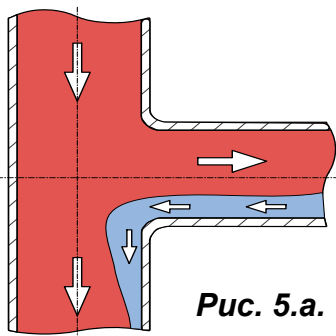

Рис. 5.а.
16. При схеме обвязки отопительного прибора (рис.5), предусматривающей установку регулирующей арматуры только на подающей магистрали, при полном закрытии термостатического клапана остаточная теплоотдача радиатора с номинальным тепловым потоком около 1 кВт при условном диаметре подводящих теплопроводов 15 мм составляет 25-35%. Это вызвано тем, что по пристеночной части патрубка нижней подводки более нагретый теплоноситель затекает в прибор, а в ядре потока в той же подводке более охлаждённый теплоноситель возвращается в стояк или разводящий трубопровод (эффект паразитного затекания). Для предотвращения описанного эффекта рекомендуется на нижней подводке к радиатору устанавливать дополнительно специальную запорно-регулирующую арматуру, что позволяет уменьшить остаточную теплоотдачу до 4-8 %. В частности может быть рекомендован запорный клапан «HERZ» RL-1E (арт.1 3723 01/02). У радиаторов «Vogel&Noot» с нижним подключением в двухтрубных системах монтируются, запорные клапаны «HERZ» RL-1 или запорно-регулирующий клапан RL-5. Такие клапаны позволяют отключать отопительные приборы для их демонтажа или технического обслуживания без опорожнения всей системы. Запорные вентили «HERZ» могут быть укомплектованы так же и дренажным краном.
Рис. 5. Фотография радиатора с подключенными трубами. Красная стрелка указывает на входной патрубок радиатора, синяя стрелка — на выходной. Трубы соединены с радиатором с помощью специальных переходных штуцеров.